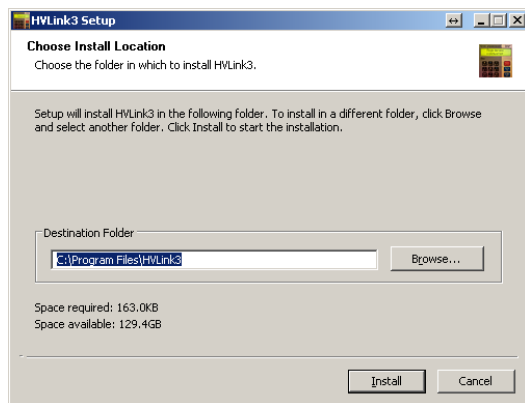

Рисунок 8.14
2) На экране появится окно (рисунок 8.14), для продолжения установки щелкнуть по кнопке **Install**.